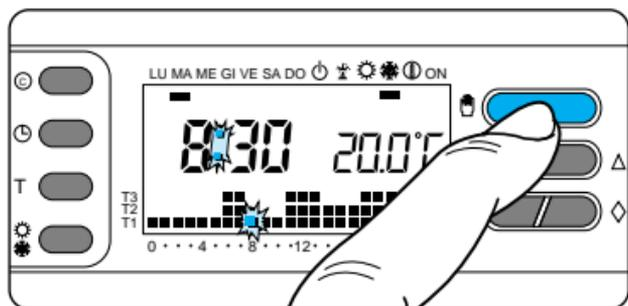

Fig. 61
**Nota.** Si desea volver al funcionamiento AUTOMÁTICO antes de que se cumpla el tiempo programado, pulse el botón  (fig. 61).